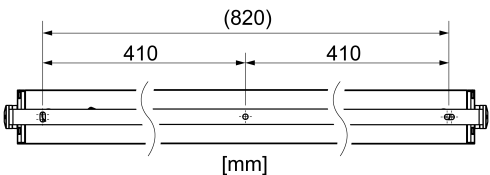

Bild 2: Bohrmaße
- Zur Montage der Leuchte zunächst die seitlichen Klemmscheiben (3) mit einem Stiftschlüssel TORX 30 lösen und den Haltebügel (6) vom Leuchtenkörper (1) abnehmen.
- Montagebohrungen herstellen (Bild 2).
- Haltebügel (6) mit zwei geeigneten Schrauben am Montagegrund befestigen.
- Leuchtenkörper (1) in den Haltebügel (6) einsetzen.
- Klemmscheiben (3) an beiden Seiten des Haltebügels aufsetzen und Schraube mit einem Stiftschlüssel TORX 30 handfest anziehen.